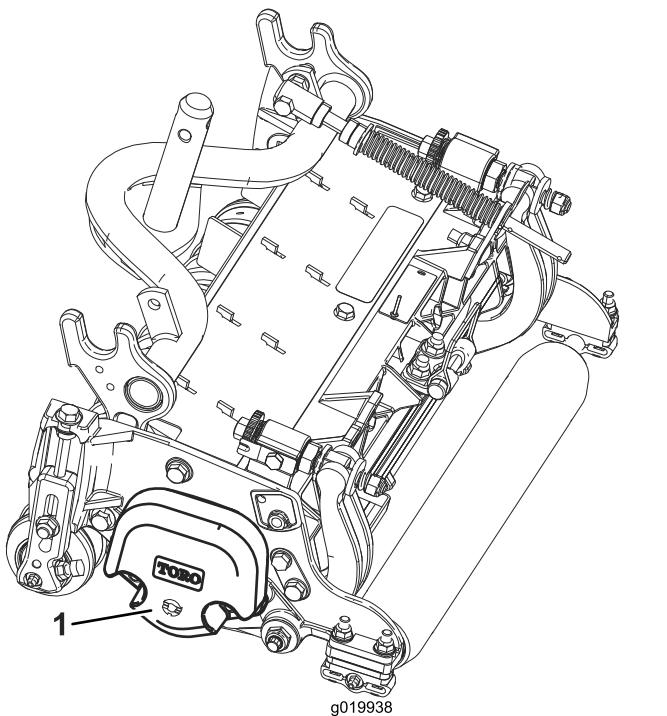

Figura 3
- Certifique-se de que o contrapeso (Figura 3) está instalado na extremidade adequada da unidade de corte conforme descrito no *Manual do utilizador* da unidade de corte.